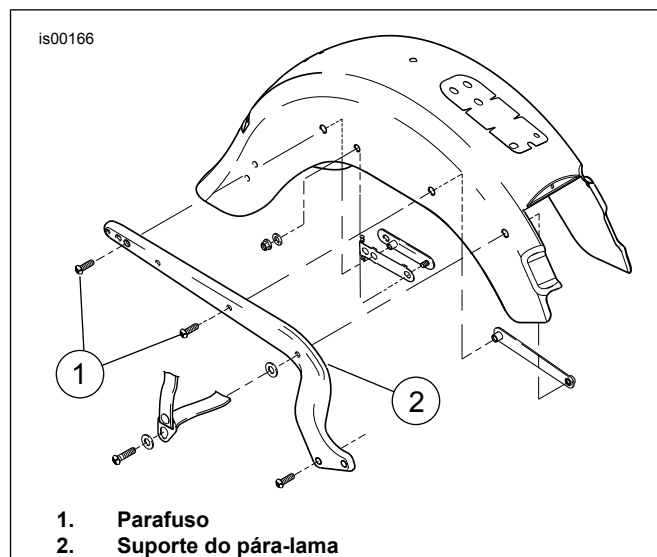
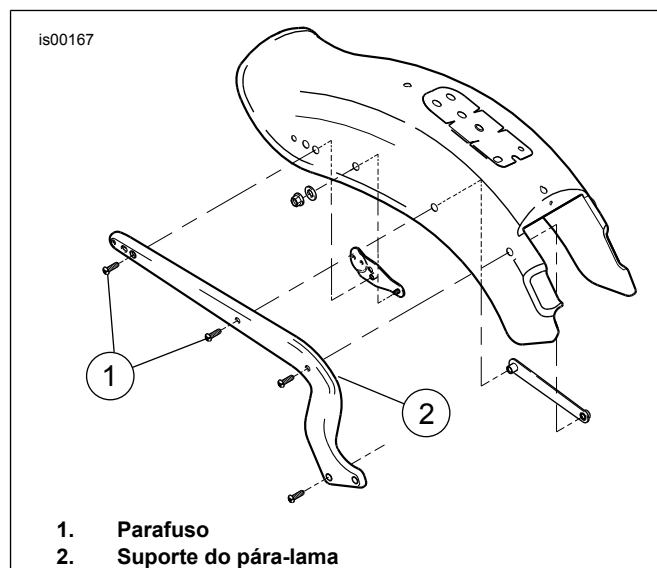

Figura 3. Ferragem do suporte do pára-lama (mostrado modelo FLSTF ano 2006)
Figura 4. Ferragem do suporte do pára-lama (mostrado modelos FXST/S/B ano 2006)
1. Veja a Figura 3 e a Figura 4. Remova e descarte os parafusos (1) originais do suporte do pára-lama (2).